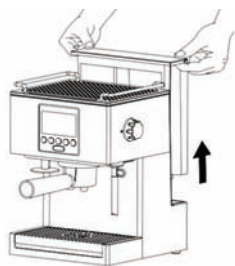

Рис. 11
- 18.3. Свалете резервоара за вода (1) и подноса за оттичане (9) заедно с решетката (8) от експреса (Рис. 11).
- 18.23. Свалете резервоара (1) и подноса за оттичане (9) заедно с решетката (8) от експреса (Рис. 11).